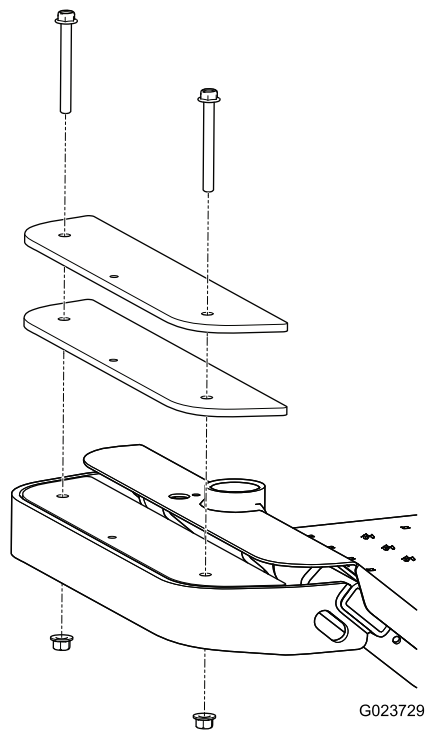

Figura 11
- 1. Retire os 2 parafusos e as 2 porcas que prendem os pesos existentes na frente da máquina (Figura 11).